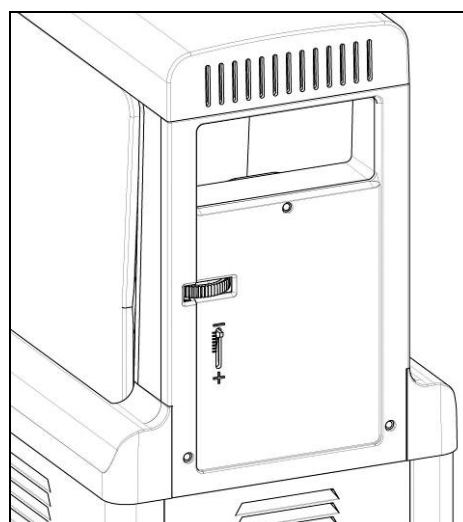

Fig. 25
- Régler la texture au niveau souhaité en agissant sur la molette située au dos de la machine (fig. 25) ; en tournant dans le sens des aiguilles d'une montre, l'indicateur de niveau se déplacera vers le signe - et le produit deviendra moins dense, en tournant dans le sens des aiguilles d'une montre vers la droite, l'indicateur de niveau se déplacera vers le signe + et le produit deviendra plus dense.
- Si le produit n'a pas la consistance souhaitée, il faut positionner l'interrupteur B sur la position 0, régler la consistance souhaitée (fig. 25) et relancer le cycle de la phase A en repositionnant l'interrupteur B sur la position SNOWFLAKE (chapitre 9).